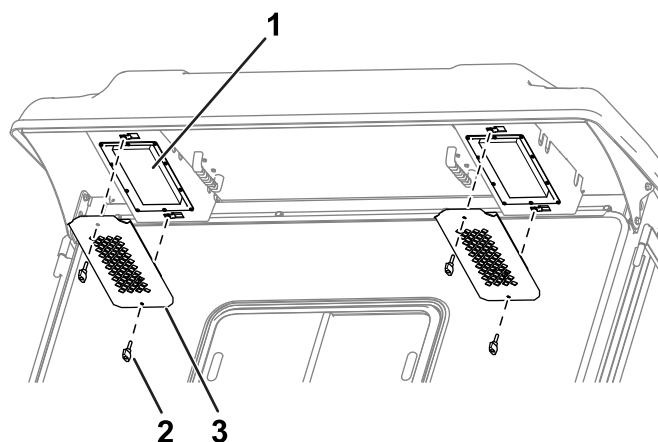

Bild 89
1. Entfernen Sie die Drehknöpfe und Roste vom hinteren Überhang der Kabine (Bild 89).
4. Verwenden Sie die Drehknöpfe und Roste, um die Filter in die Kabine einzubauen (Bild 89).